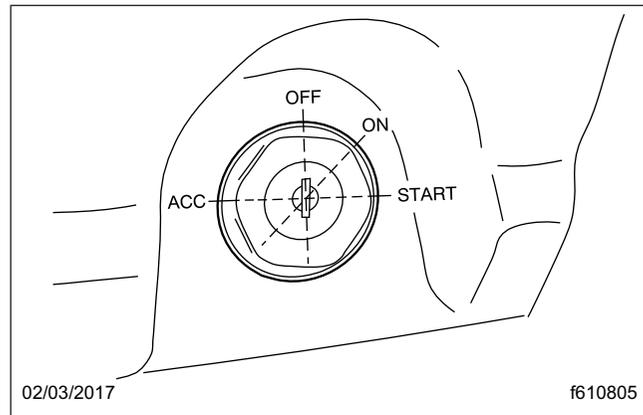

Figura 9.1, Interruptor de ignición
4. Ponga el interruptor de ignición en la posición ON (encendido). Vea la **Figura 9.1**. Los medidores electrónicos de la ICU (unidad de control de instrumentos) hacen un recorrido completo de sus diales y vuelven a cero, las luces de adver-